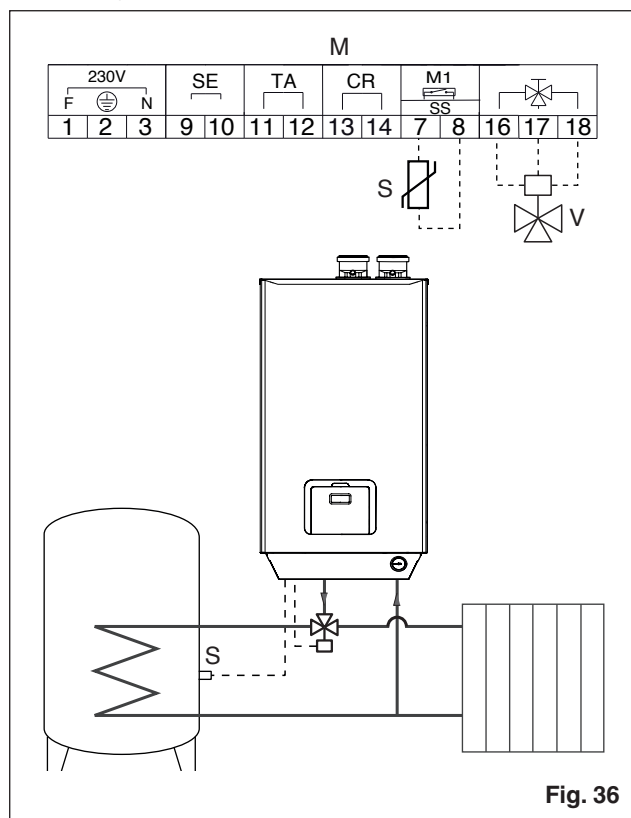

Fig. 36
- realizar o circuito hidráulico representado em Fig. 36
- conectar eletricamente a válvula de desvio (V) aos contatos 16, 17 e 18 predispostos na régua de terminais da caldeira (M)
- conectar a sonda do ebulidor (S) fornecida como acessório aos contatos 7 e 8 da régua de terminais da caldeira (M)